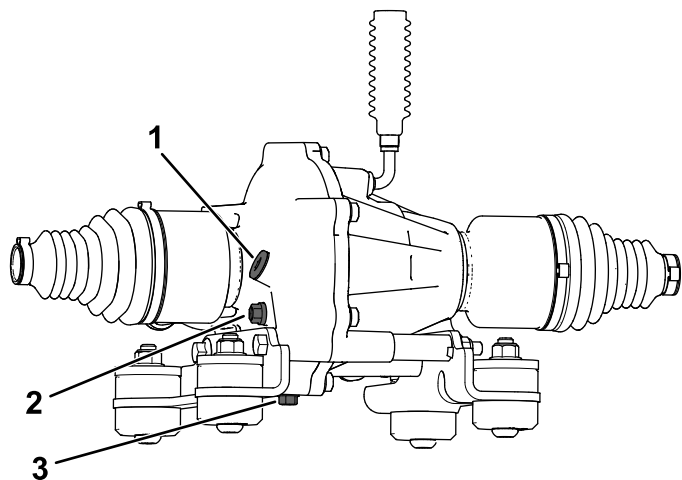

Figure 80
4. Retirez le bouchon de contrôle sur le différentiel avant (Figure 80).
5. Si le niveau d'huile est trop bas, vous devez ajouter l'huile spécifiée par l'ouverture du bouchon de contrôle (Figure 80).
4. Placez un bac de vidange sous le bouchon de vidange (Figure 80).
5. Retirez le bouchon de remplissage (Figure 80).
6. Enlevez le bouchon de vidange pour permettre à toute l'huile de s'écouler (Figure 80).